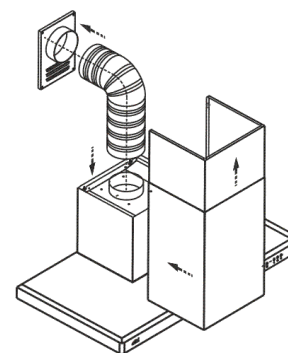

рис. 7
6.3 В зависимости от режима эксплуатации вытяжки соедините вентилятор с вентиляционной решеткой полужестким гофрированным воздуховодом (рис. 7) или установите на вентилятор угольные фильтры*.
- будьте осторожны при установке фальштруб (рис. 7), не повредите поверхности из нержавеющей стали. Их легко поцарапать.